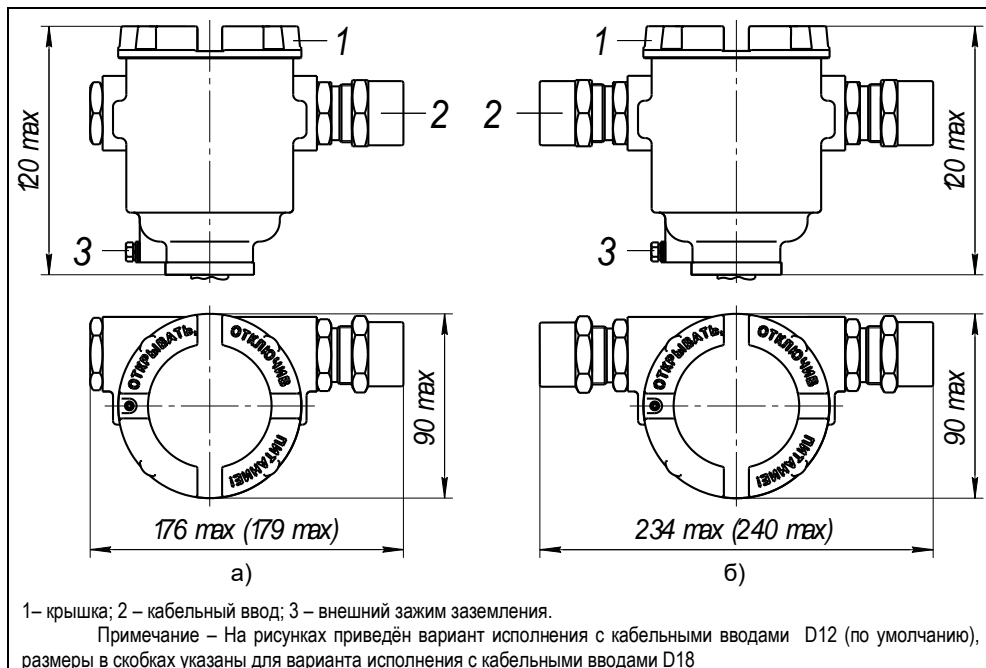

Рисунок 2 – Варианты исполнения корпуса :
1.4.2 Корпус преобразователя имеет съёмную крышку 1, один или два кабельных ввода 2 и внешний зажим заземления 3 (см. рисунок 2).